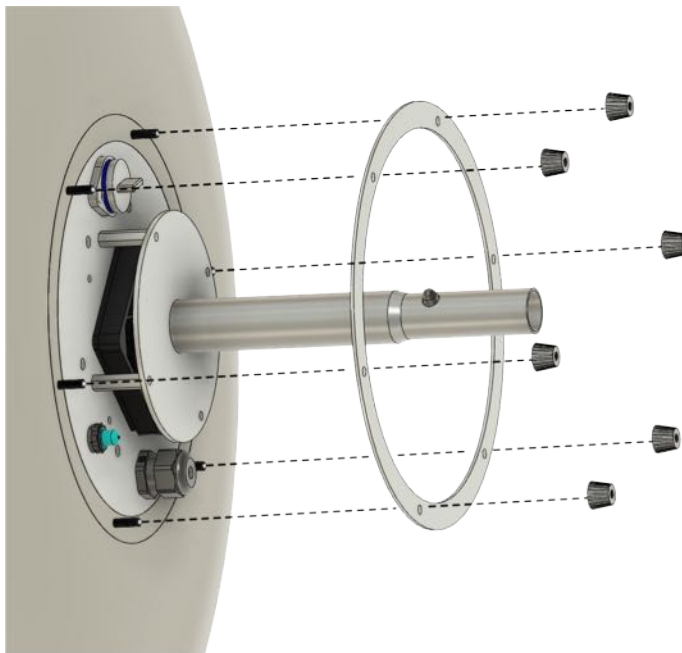

Abb. 5
2. Entfernen sie die 6 Kegelmuttern und den Aluminiumring an der Unterseite der Bodenplatte (Abb. 5).